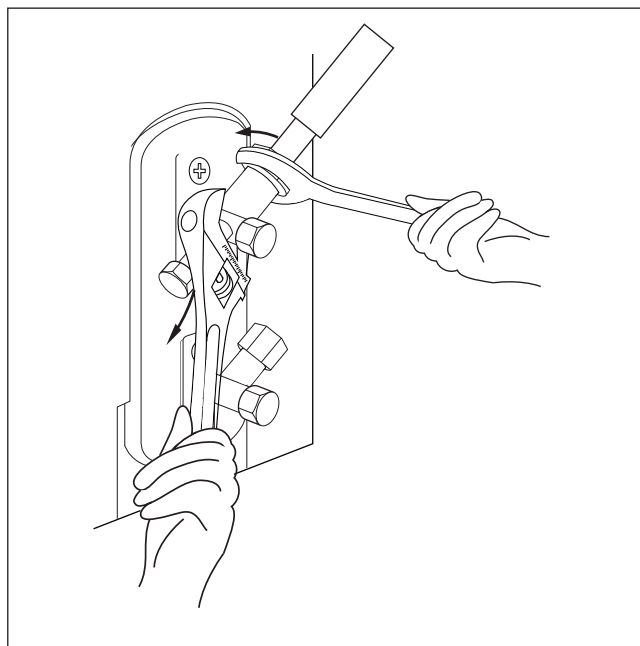

Рис. 36.
4. Захватить корпус клапана зажимным устройством. Не разрешается захватывать гайку, которая уплотняет сервисный клапан. (См. **рис. 36**)